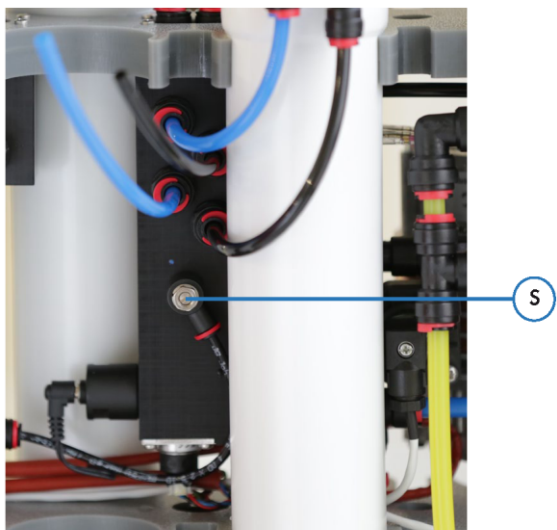

Рис. 9: Регулировочный винт (S) для обеспечения определенного смешивания.
С помощью встроенного смесительного клапана можно повысить проводимость фильтрата за счет частичного смешивания исходной воды. Смешивание необходимо в зависимости от конечного использования. Регулировочный установочный винт (S) располагается внутри установки, см. Рис. 9. Можно изменить настройку с помощью плоской отвертки. После этого на дисплее появляется заданная величина проводимости.